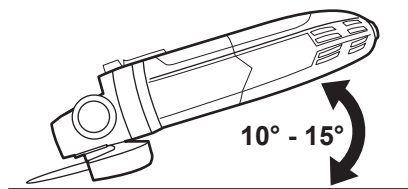

Fig. 18
- > Incline o produto a um ângulo entre 10° e 15° para manusear a ferramenta mais facilmente e para um afiado mais regular (Fig. 18).